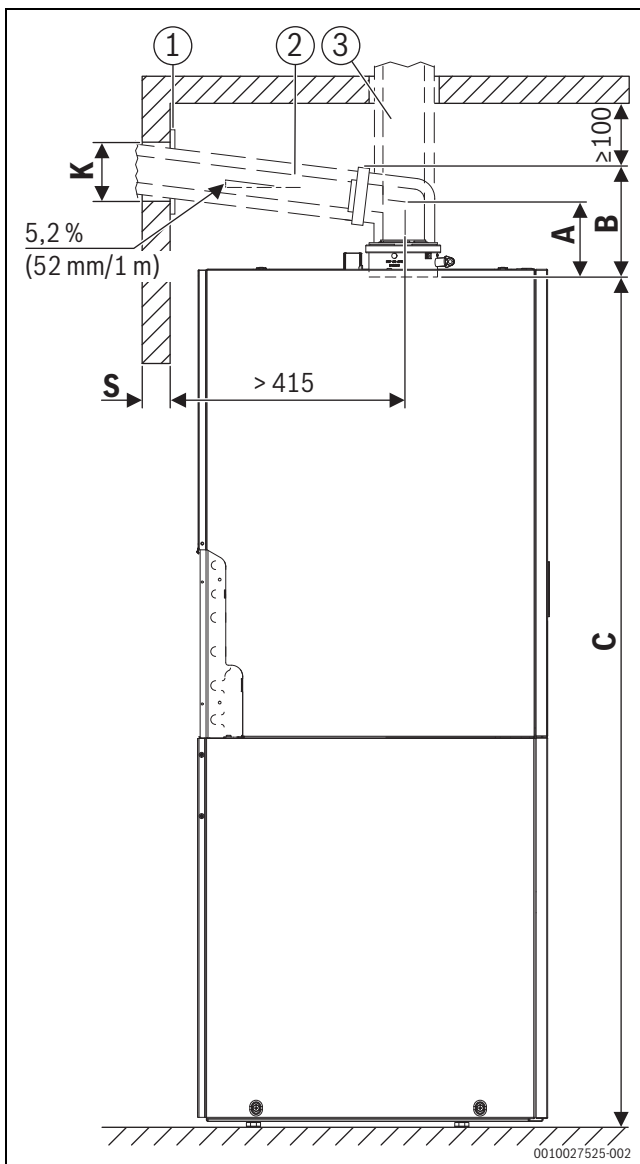

Рис. 17 Вид слева (размеры указаны в миллиметрах)
- Если необходимо, добавить размер защитной планки (→ рис. 17, [1]).